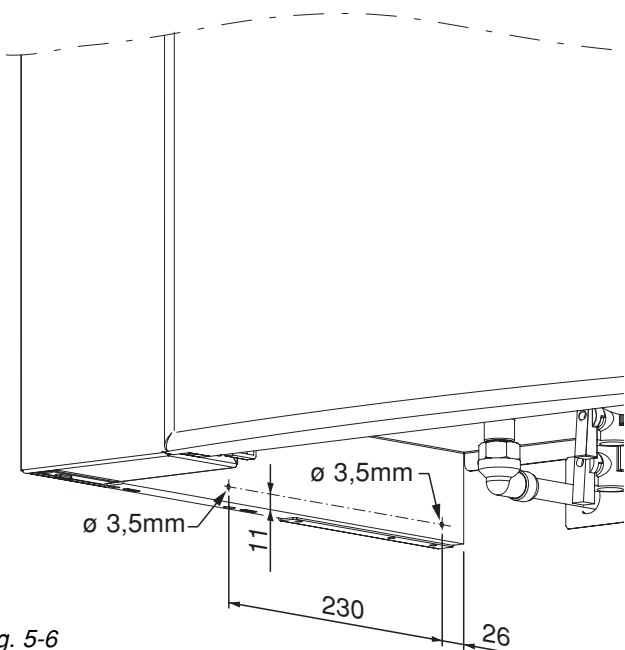

fig. 5-6
- verificare se la caldaia e' dotata dei fori indicati in fig. 5-6; se non lo fosse, eseguirli rispettando le quote indicate.
- appoggiare il modulo al muro e alla parte inferiore della caldaia facendo coincidere i fori eseguiti in precedenza (fig. 5-6) e fissare il modulo alla caldaia con le viti in dotazione.